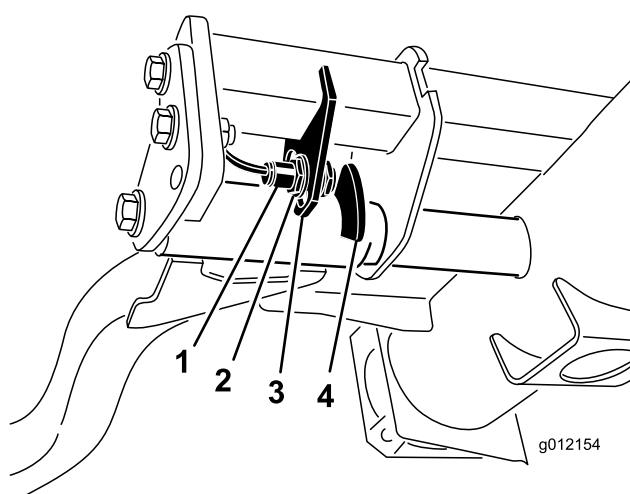

Figure 54
2. Le contacteur des bras de relevage se trouve sous le réservoir hydraulique, derrière le bras de relevage avant droit (Figure 54).
3. Desserrez les vis de fixation du commutateur (Figure 54) et abaissez le commutateur pour augmenter la hauteur du changement de direction des bras de relevage ou élévez-le pour réduire la hauteur du changement de direction. Serrez les vis de fixation.